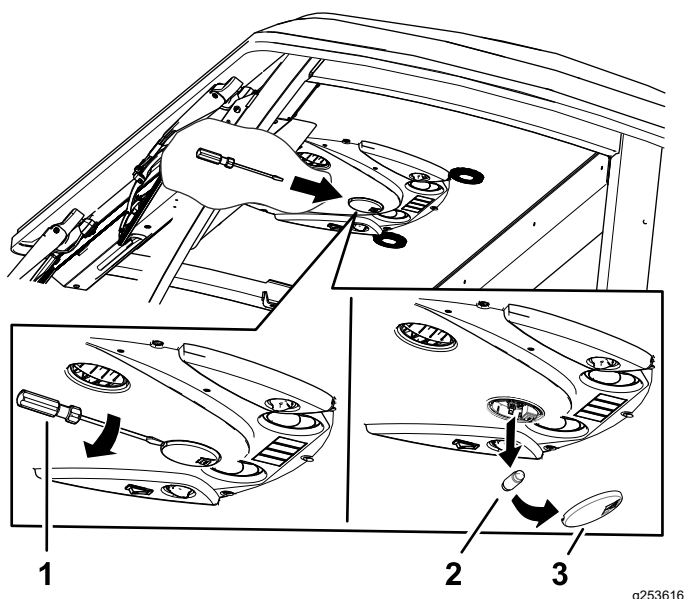

図 85
1. ねじ回しを使ってコントロールパネルからレンズを外す 図 85。
2. ベースから電球を外す 図 85。